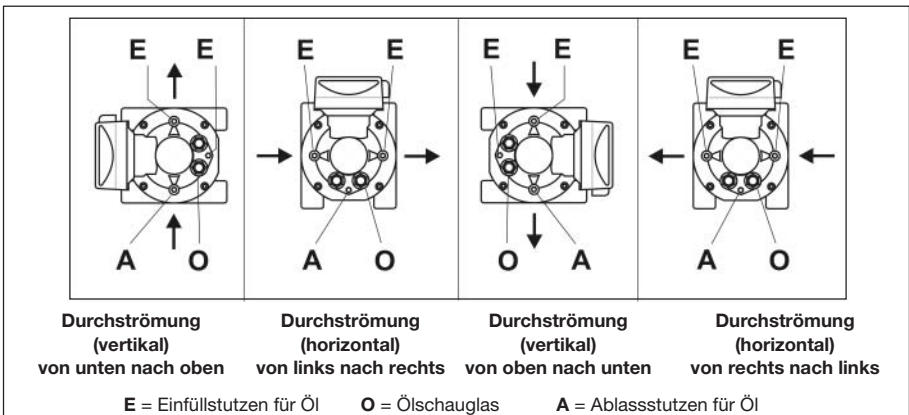

Bild 6: Zulässige Gebrauchslagen, Ölfüllung und Ölstandsanzeige **Typ RVG**
- Es stehen drei Öleinfüll- bzw. -ablassöffnungen und zwei Ölschaugläser an der Vorder- und (optional) an der Rückseite des Zählers zur Verfügung (Bild 6).
- Drehen Sie die Einlassschraube (E, Bild 6) im vorderen Gehäusedeckel heraus.
- Entfernen Sie eine Einlassschraube (E) im hinteren Gehäusedeckel, dadurch kann das Öl besser in die hintere Ölkammer fließen.